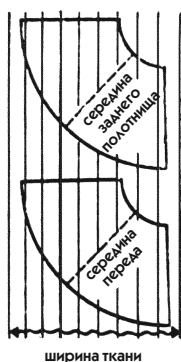

Рис. 275
Не всегда можно получить желаемый эффект на ткани в полосу. Чтобы убедиться в реальных возможностях этого типа ткани, проделайте следующий опыт: рассмотрите рис. 275, 276 и 277, где представлены 3 варианта расположения лекала переднего полотнища юбки «полусолнце».
1. Скопируйте рис. 275, 276, 277, используя простой карандаш, и выделите полосы цветным карандашом.